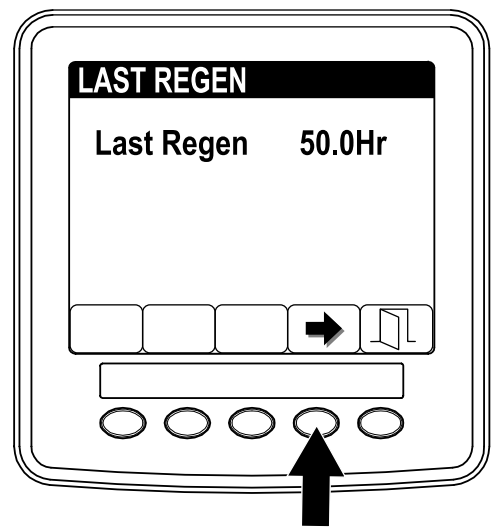

Figura 37
3. Utilice el campo LAST REGEN (Última regeneración) (Figura 37) para determinar cuántas horas se ha utilizado el motor desde la última regeneración de restablecimiento, con la máquina aparcada o de recuperación.